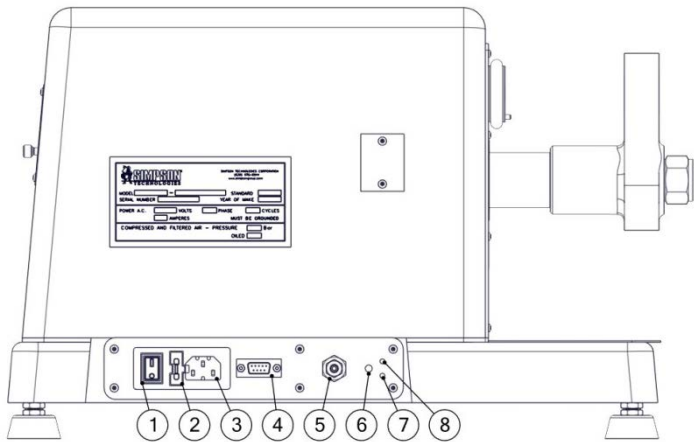

Figure 7.1 : Vue arrière
2. Placez un récipient vide d'une capacité d'environ 200/300 ml sous l'orifice de ventilation de l'appareil (Figure 7.1, N°6). Le récipient réceptionnera l'huile usagée de l'appareil de mesure.
5. Au cours de ce cycle, l'appareil de mesure purgera l'huile usagée à travers l'orifice de ventilation (Figure 7.1, N°6) dans le récipient collecteur. Répétez l'Étape 4 et laissez du temps entre chaque cycle pour drainer l'huile de l'appareil de mesure. Répétez à nouveau l'Étape 4 jusqu'à ce que toute l'huile soit vidangée de l'appareil de mesure.
6. Après la vidange, remplacez l'appareil de mesure dans sa position verticale normale. Connectez un petit flexible à l'orifice de ventilation (Figure 7.1, N°6).
1. Mettez l'interrupteur de marche/arrêt sur la position ON (Figure 7.1, N°1).